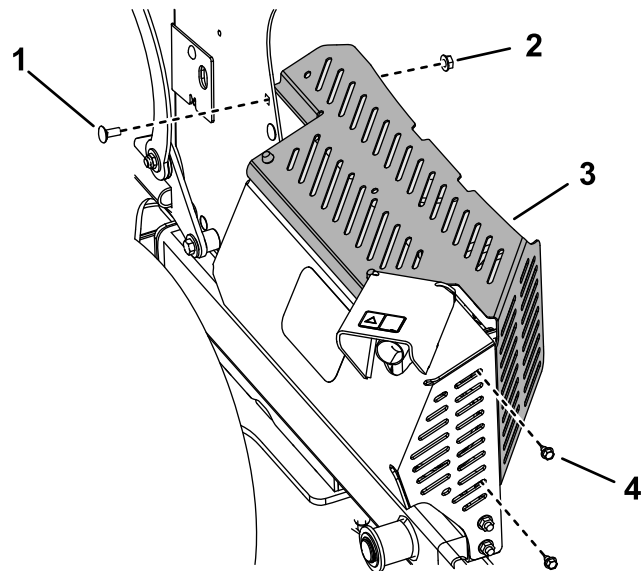

Figure 33
12. Déposez l'écran pare-chaueur (Figure 33).